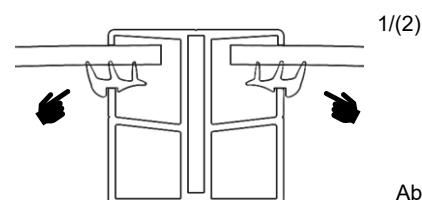

Abb.52
- montieren der Keildichtung 1 und 2 (Abb.52)